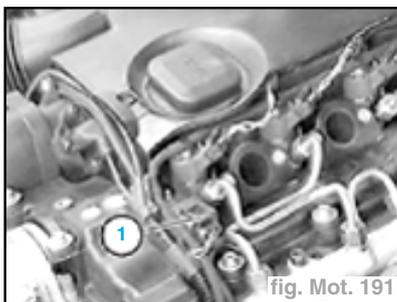

fig. Mot. 191
Nota : Débrancher le connecteur (1) du capteur d'impulsions d'arbre à cames pour empêcher le moteur de démarrer (fig. Mot. 191).